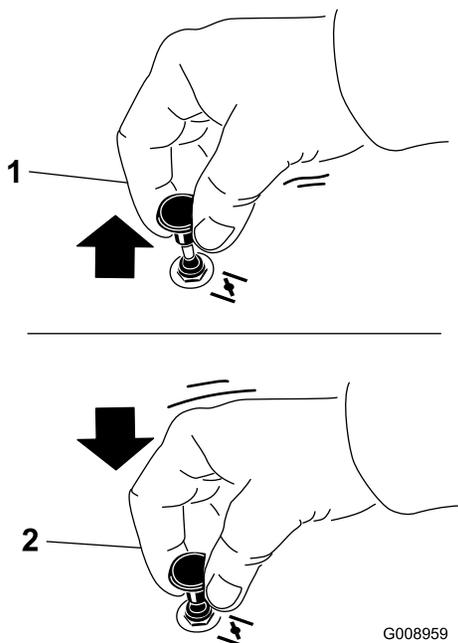

Figure 16
1. Tirez sur la commande de starter pour engager le starter avant d'utiliser le commutateur d'allumage (Figure 16).
2. Poussez sur le bouton du starter pour désengager le starter lorsque le moteur a démarré (Figure 16).